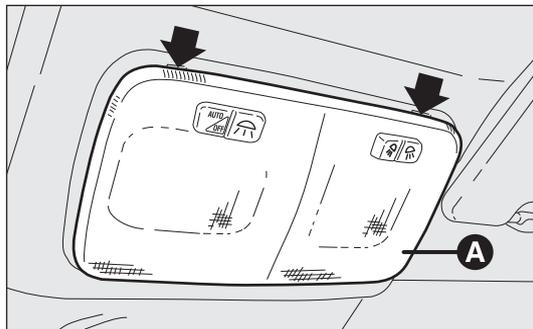
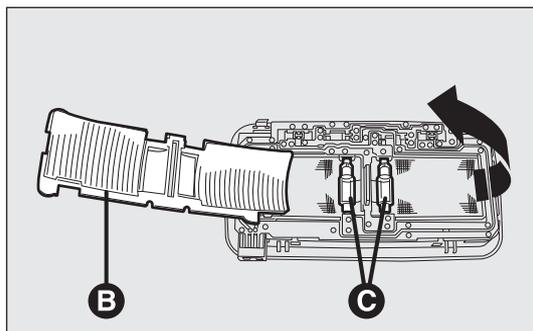

fig. 194
fig. 195
- actúe en los puntos indicados por las flechas y quite el plafón A-fig. 194;
- abra la tapa de protección B-fig. 195;
- sustituya las lámparas C-fig. 195 soltándolas de los contactos laterales y asegurándose de que las lámparas nuevas queden correctamente bloqueadas entre los mismos contactos;
- vuelva a cerrar la tapa B-fig. 195 y fije el plafón A-fig. 194 en su alojamiento asegurándose de que se bloquee.